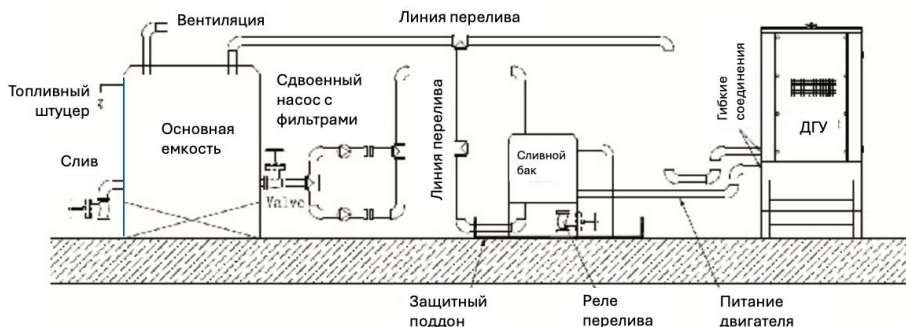

Рис. 5.2. ДГУ с промежуточным топливным баком
5.6. ДГУ с промежуточным топливным баком (рис.5.2)
- 1) автоматическая система, включающая сдвоенный насос для перекачки топлива и фильтр грубой очистки, обеспечивающая пуск резервного насоса в случае выхода из строя основного. Производительность перекачивающего насоса (насосов) должна соответствовать потребному расходу топлива, учитывающему расход топлива двигателем и возврат топлива (рис. 5.2);
Детали подсоединения указанного оборудования показаны на рис. 5.2.